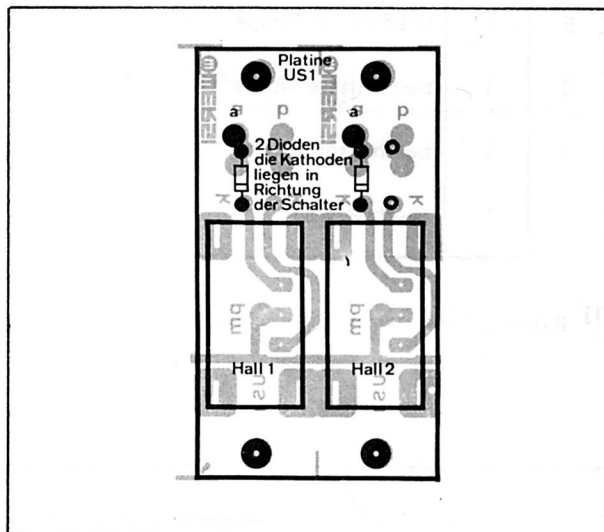

Abb. 38: Bestückungsplan für die Schaltergruppe "Hall"
| 13       | 62010       | 2         | Dioden 1 N 4148               | Abb. 38                                 | 9        |
| 14       | 640009      | 2         | Schalter Typ R 00             | Abb. 38                                 | 9        |
- c) Die Schaltergruppen "Hall" (BP 5), "Wersivoice" (BP 10), "Kanalschalter" (BP 5), "Pedal" (BP 8) und "Vibrato/Slalom" (BP 1) nach den Abb. 38 bis